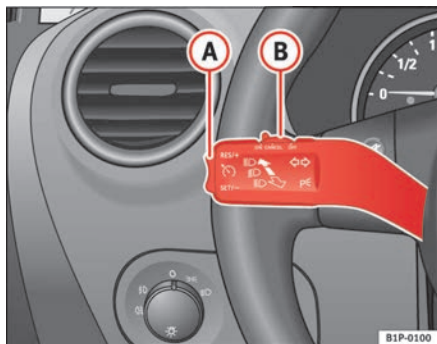

Fig. 126 Palanca de intermitentes y de luz de carretera: conmutador y tecla basculante para el regulador de velocidad
- Mueva el mando $\Rightarrow$ fig. 126 **(B)** hacia la izquierda hasta la posición **ON**.